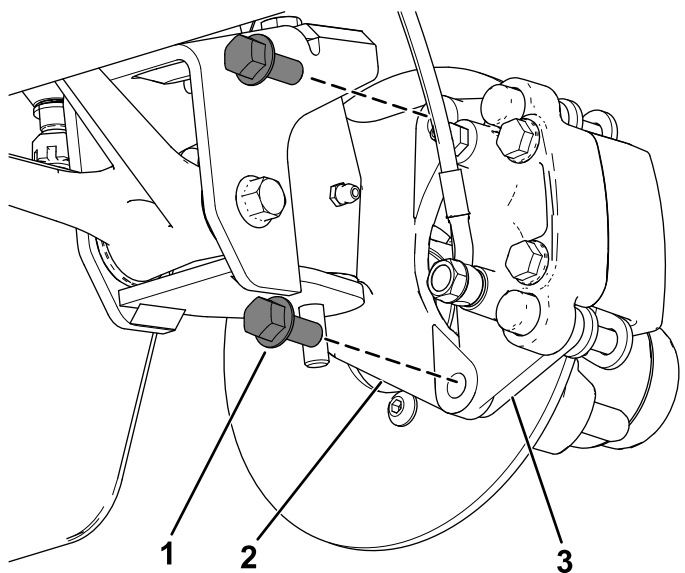
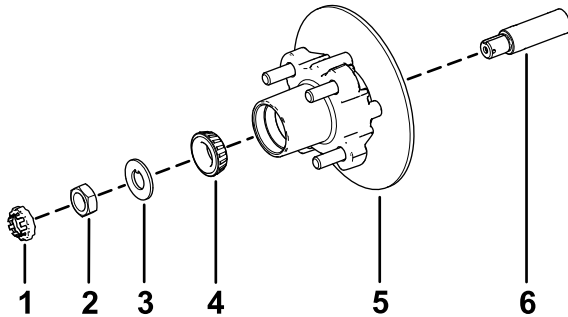

Figure 38
Figure 42
3. Retirez les boulons à embase ( $\frac{3}{8}$ " x  $\frac{3}{4}$ ") qui fixent le support du frein à la fusée et séparez le frein de la fusée (Figure 38).
1. Appliquez une fine couche de la graisse spécifiée sur la fusée (Figure 42).
2. Montez le moyeu et le rotor sur la fusée en plaçant le rotor à l'intérieur (Figure 42).
3. Montez le roulement extérieur sur la fusée et poussez le roulement contre la bague (Figure 42).
4. Montez la rondelle-frein à languette sur la fusée (Figure 42).
5. Vissez l'écrou de fusée sur la fusée et serrez l'écrou à 15 N·m tout en tournant le moyeu pour bien asseoir le roulement (Figure 42).
2. Alignez les plaquettes de frein de chaque côté du rotor (Figure 38) et alignez également les trous dans le support d'étrier et ceux de la fixation du frein sur le porte-fusée (Figure 42).
3. Fixez le support d'étrier au porte-fusée (Figure 38) à l'aide de 2 boulons à embase ( $\frac{3}{8}$ " x  $\frac{3}{4}$ ").